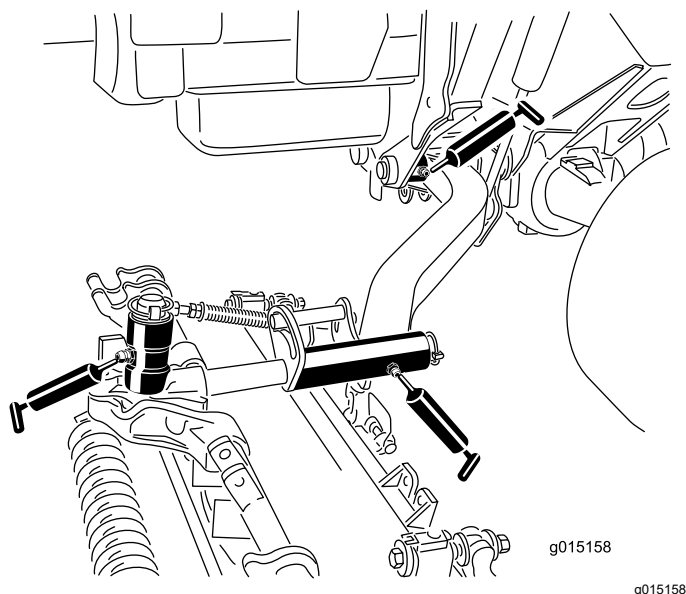

図 85
- 昇降アームのピボットブッシュカuttingユニット 1 台に 1 ヶ所 図 85
- カuttingユニットのキャリアフレームカuttingユニット 1 台に 2 ケ所 図 85
- 昇降アームのピボットカuttingユニット 1 台に 1 ケ所 図 85